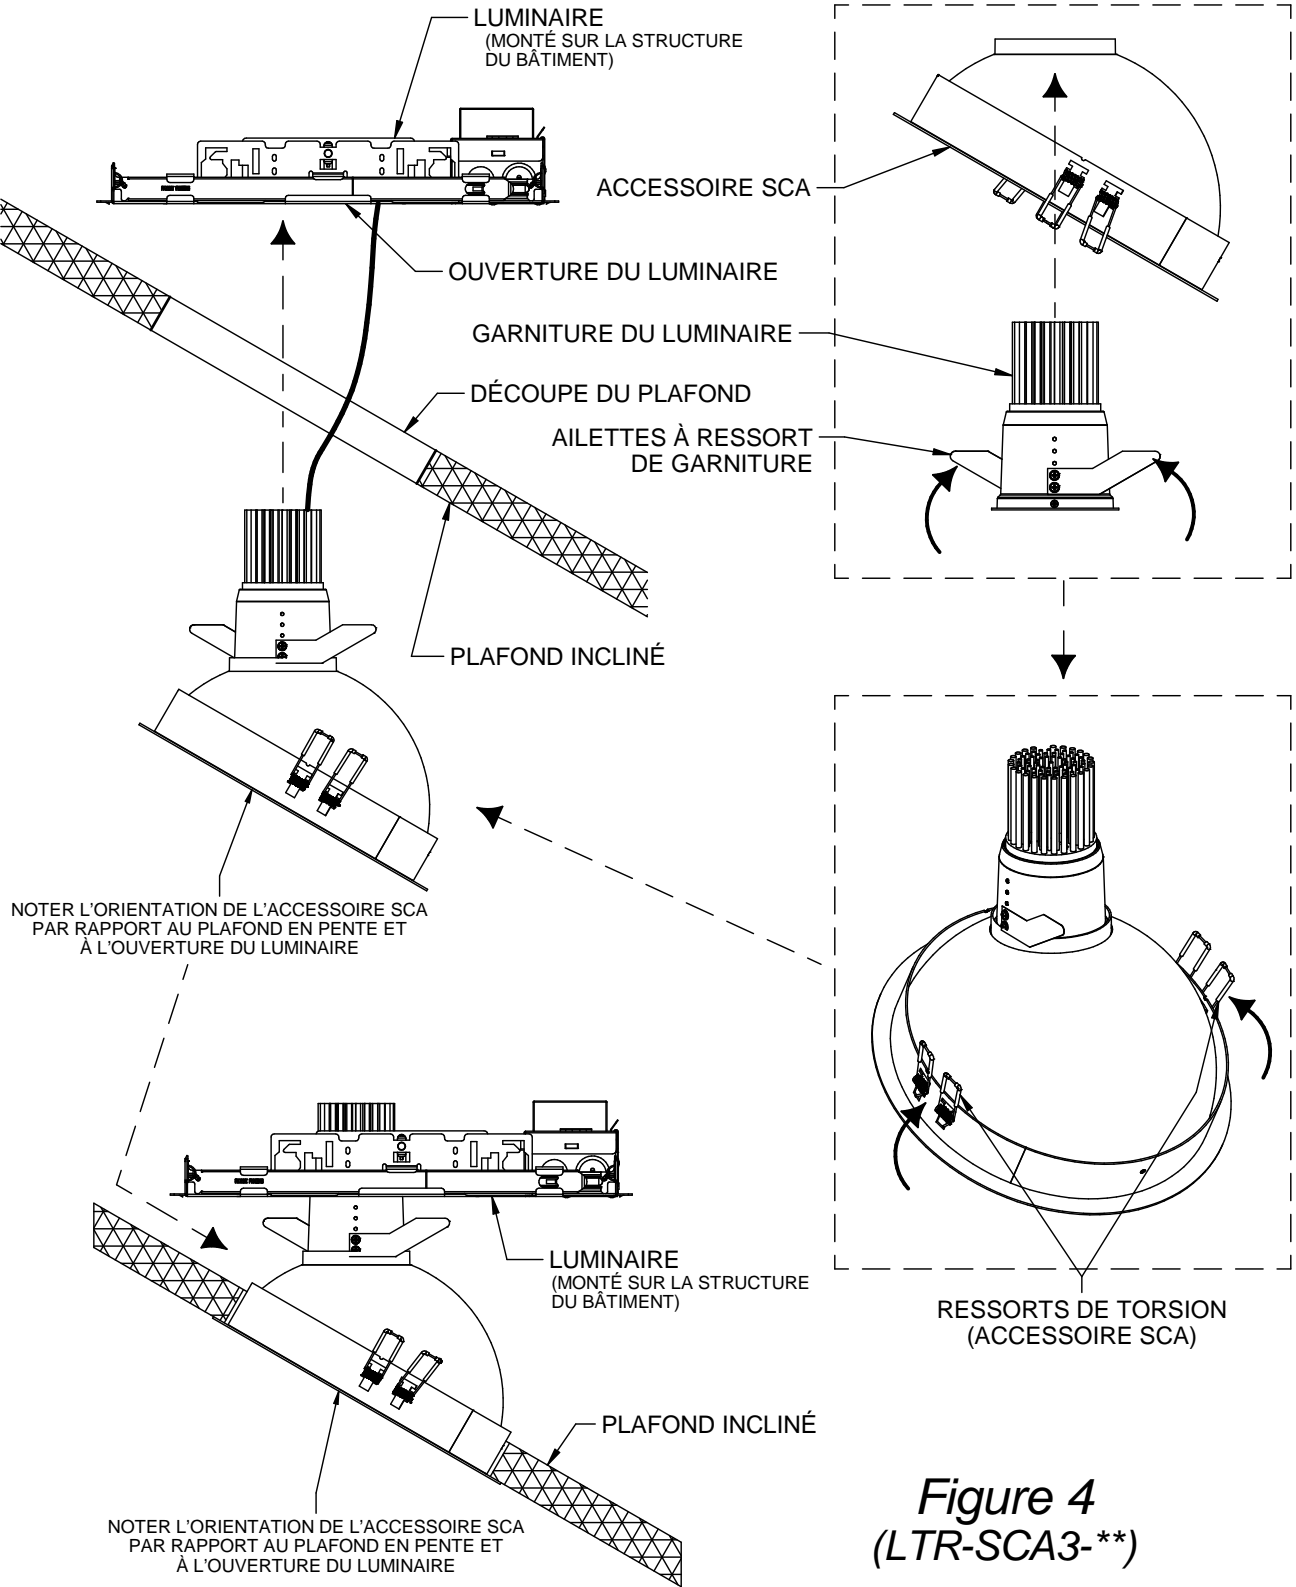

Figure 4
- Pour les luminaires LTR-3RD, serrer les ailettes à ressort de la garniture et l'insérer à l'intérieur de l'accessoire SCA comme illustré à la Figure 4. **Remarque** : Prendre garde de ne pas laisser les ailettes se détendre contre la surface réfléchissante intérieure de l'accessoire SCA car cela pourrait endommager la finition de l'accessoire.
- Tourner les 4 ressorts de torsion vers le haut sur les côtés de la garniture et les insérer dans l'ouverture du plafond suivant l'orientation illustrée à la Figure 4, jusqu'à ce que les ressorts tirent la garniture du SCA fermement contre le plafond.
IMPORTANT : L'accessoire SCA LITEISTRY™ doit être monté suivant l'orientation illustrée à la Figure 4 par rapport au plafond en pente et au luminaire pour pouvoir être installé correctement.